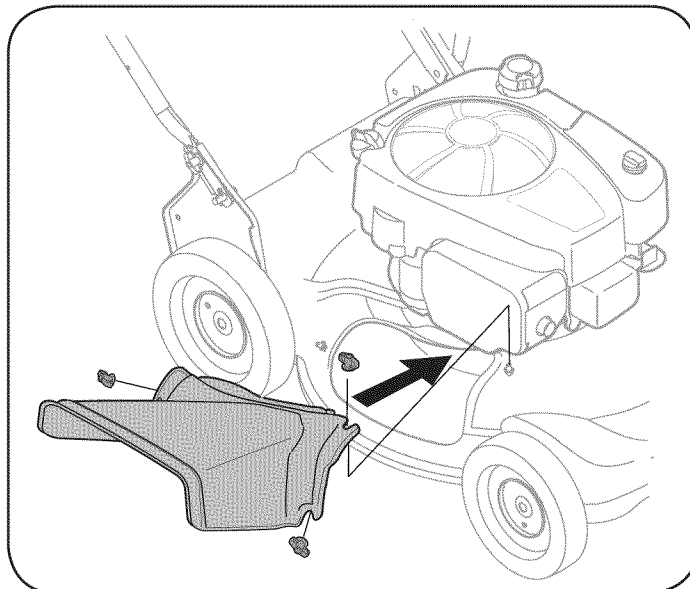

Figura 6
2. Acople el canal de descarga lateral y asegure con las tres tuercas mariposa. Vea la Figura 6.